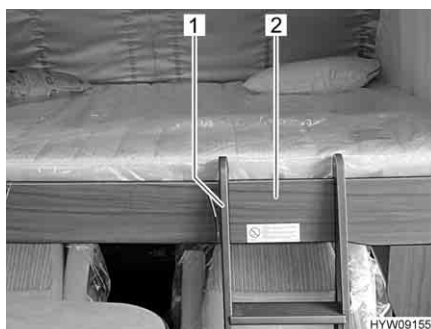

Fig. 107 Scaletta di accesso, agganciata
- Agganciare la scaletta di accesso (Fig. 107,1) con entrambe le staffe al bordo (Fig. 107,2) del letto basculante. Durante l'aggancio prestare attenzione affinché le staffe vengano posizionate mediante i dispositivi di fissaggio interni. Questo serve a impedire che la scaletta di accesso scivoli di lato.
- Staccare la scaletta di accesso (Fig. 107,1) dal bordo (Fig. 107,2) del letto basculante.